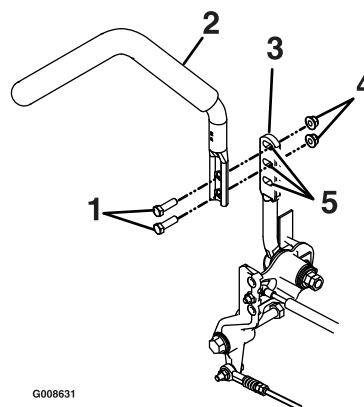

Figure 51
1. Retirez les deux boulons qui fixent le levier de commande à l'arbre du bras de commande (Figure 51).
2. Desserrez le boulon inférieur jusqu'à ce qu'il soit possible de faire pivoter le levier de commande en avant ou en arrière Figure 51. Resserrez les deux boulons pour fixer la commande à sa nouvelle position.